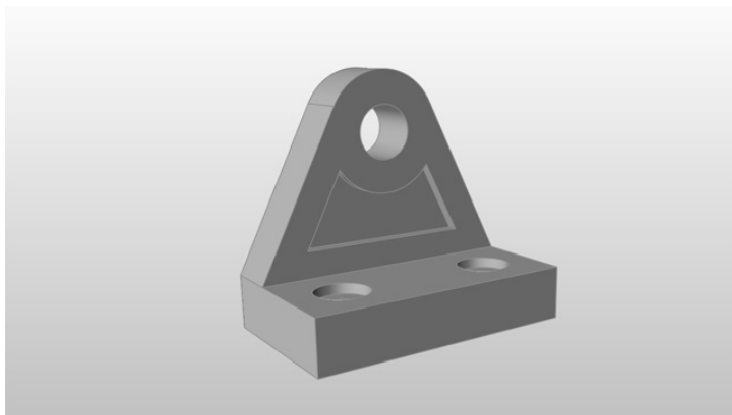

图 2-15
1) 选择托架中的某一个部分，按〈I〉键使其单独显示，如图 2-15 所示。